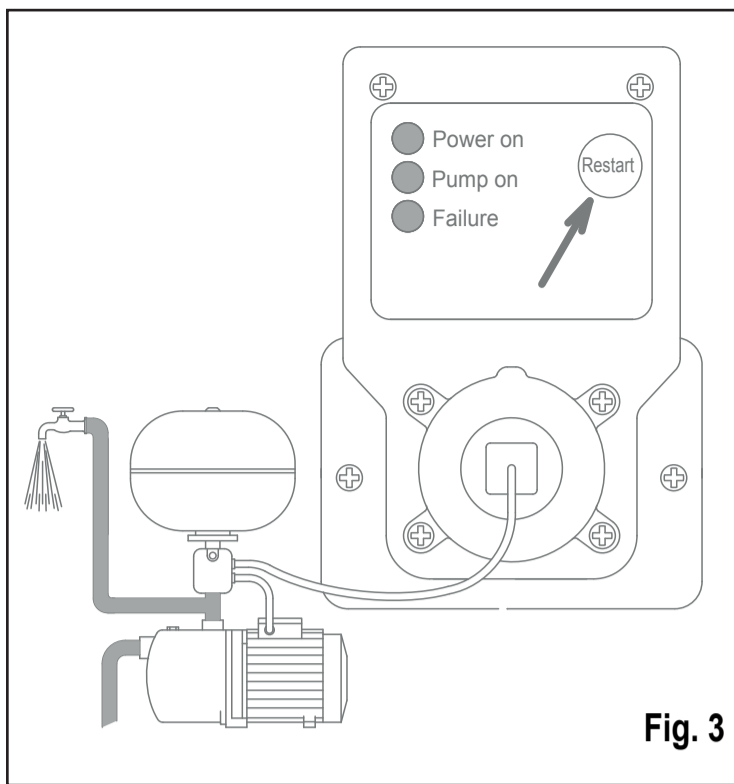

Fig. 3
- Press the red "Restart" button within 10 seconds after connecting the power supply cable. The green "Power on" Led will remain on, the yellow "Pump on" Led will light up and the red "Failure" Led will stop blinking and remain steady while the device acquires the motor data (Figure 3).
- Appuyer sur la touche rouge "Restart" dans les 10 secondes après l'insertion du câble d'alimentation. Le voyant vert "Power on" reste allumé, le voyant jaune "Pump on" s'allume, le voyant rouge "Failure" passe de clignotant à fixe et l'appareil acquiert les données du moteur (Fig. 3).
- Innerhalb von 10 Sekunden nach Anschluss des Netzkabels die rote Taste „Restart“ betätigen. Die grüne Led „Power on“ leuchtet weiterhin, die gelbe Led „Pump on“ leuchtet ebenfalls, die rote Led „Failure“ leuchtet jetzt durchgehend und das Gerät erfasst die Motordaten (Abb. 3).
- После подключения питания нажмите красную кнопку «Restart» и удерживайте ее в течение 10 секунд. Зеленый индикатор «Power on» будет по-прежнему гореть, дополнительно загорится желтый индикатор «Pump on», а красный индикатор «Failure» перестанет мигать, и будет гореть, пока происходит сбор данных электродвигателя (рис.3).